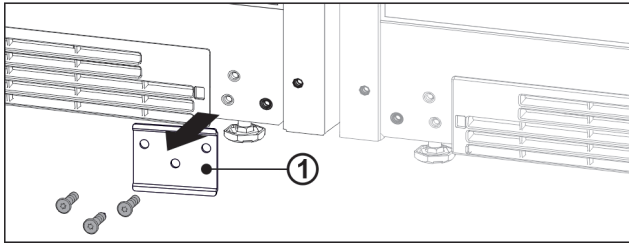

Fig. 14
- Jos levy Fig. 14 (1) on asennettuna, irrota levy.